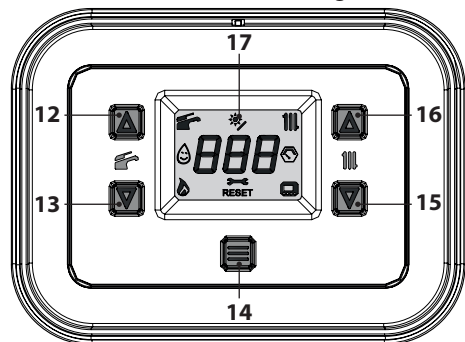
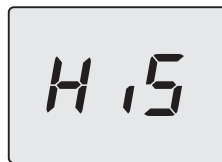

Figura 7.8
Figura 7.9
- Entrare in "modalità programmazione" premendo contemporaneamente per 5 secondi i tasti 13 e 15 (Figura 7.8) fino a far apparire sul display LCD le lettere **HiS** che indicano il menu "Storico delle caldaia" (Figura 7.9).
- Premere il tasto 14 (Figura 7.8) fino a far apparire sul display LCD le lettere **StF** (Start Full) (Figura 7.11).
- tenere premuti contemporaneamente i tasti 13 e 15 per 1 sec. (Figura 7.8) (ritorno al livello